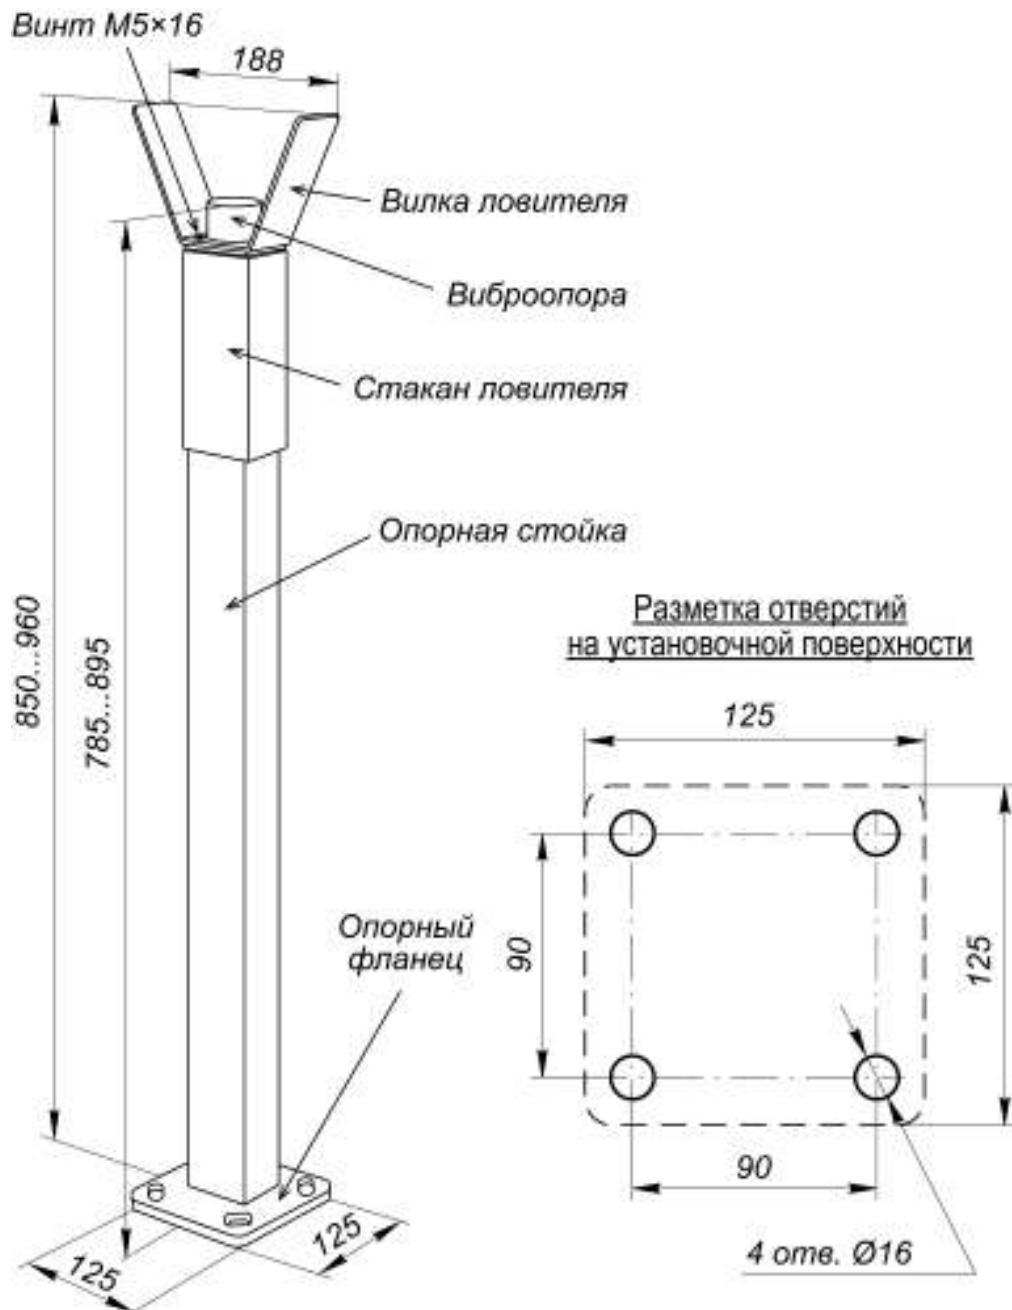

Рисунок 20. Внешний вид опорной стойки с ловителем стрелы PERCo-GBS1
При необходимости, а также при длине стрелы более 3 метров, устанавливается опорная стойка с ловителем стрелы **PERCo-GBS1** (входит в дополнительный комплект поставки). Опорная стойка **PERCo-GBS1** состоит из стойки прямоугольного сечения с опорным фланцем и ловителя стрелы (см. рис. 20).
1. Выполните в установочной поверхности отверстия в соответствии с разметкой (см. рис. 20). Ось опорной стойки должна совпадать с продольной осью стрелы шлагбаума (обращаем внимание, не с осью стойки шлагбаума!, см. рис. 8).